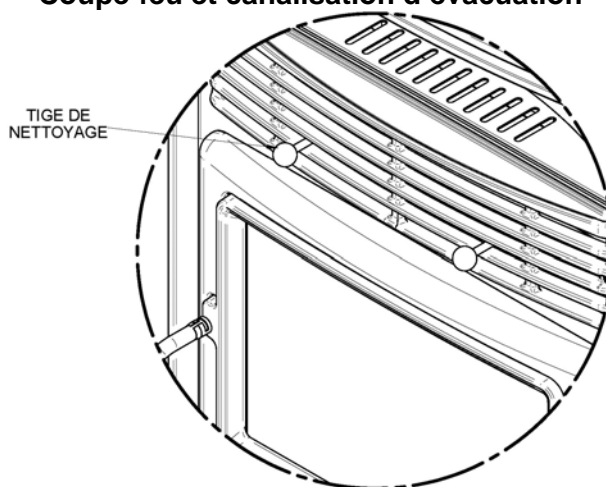

Figure 43
- a. **Tubes d'échangeur de chaleur** – Votre poêle ENERZONE EUROZONE possède un mécanisme de nettoyage des tubes de l'échangeur de chaleur intégré à l'appareil. Le nettoyage des tubes devrait se faire au moins une fois par semaine. Faites glisser la tige d'avant en arrière 3 à 4 fois (voir Figure 43). Lorsque cette opération est terminée, repoussez la tige.